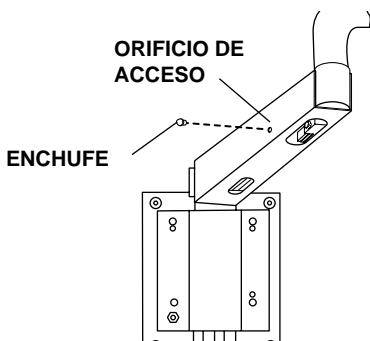

Figura 8. Freno del brazo
2. Extraiga el enchufe del orificio de acceso en del lateral izquierdo del brazo (*véase la figura 8*).